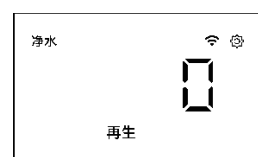

图20
- 2.然后按向上键“▲”不松开，直到屏幕显示“净水”、“再生”和清洗次数（如图20）；